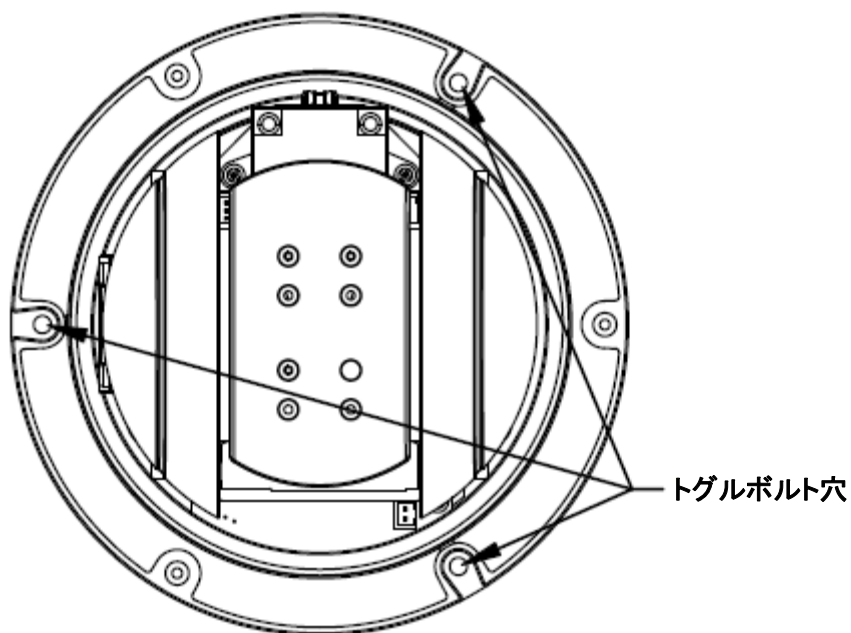

図 1-21 トグルボルト穴
- 2) 図 1-21 に示すように、ボルトをドームのネジ穴に挿入します。